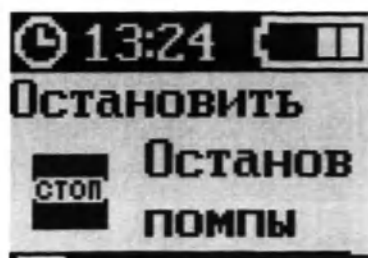

Рисунок 113 – Экран режима «В РАБОТЕ»
1. Нажать кнопку «МЕНЮ» для того, чтобы войти в меню помпы (рисунок 113).